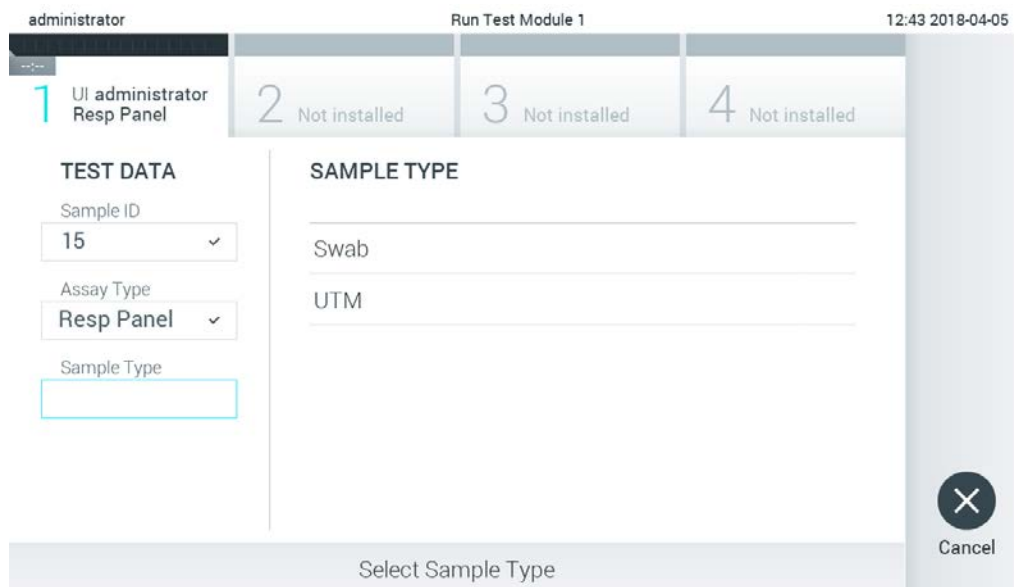

Figura 78. Selectarea tipului probei.
5. Câmpul **Assay Type** (Tip test) va fi introdus automat și, dacă este necesar, un **Sample Type** (Tip de probă) corespunzător trebuie selectat manual din listă (Figura 78).